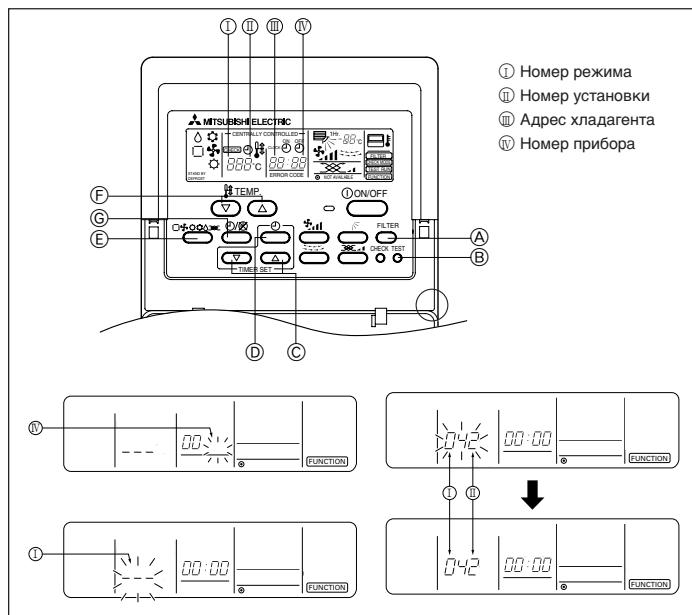

Fig. 6-5
6.3.1. Для проводного пульта дистанционного управления (Fig. 6-5)